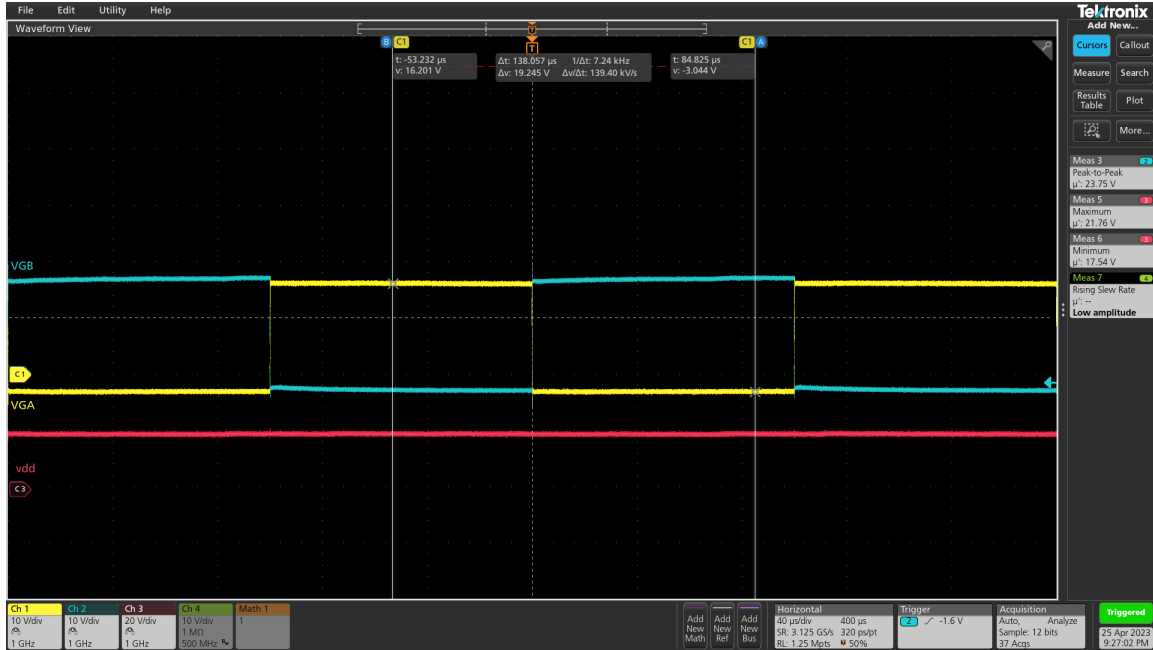

图 3-2. 上电测试：5kHz 开关
5. 探测 VGA-VSSA 和 VGB-VSSB 显示栅极驱动器的 PWM 输出信号，该信号在高电平时上升至 +16V，在低电平时下降至 -3V，如图 3-2 所示。